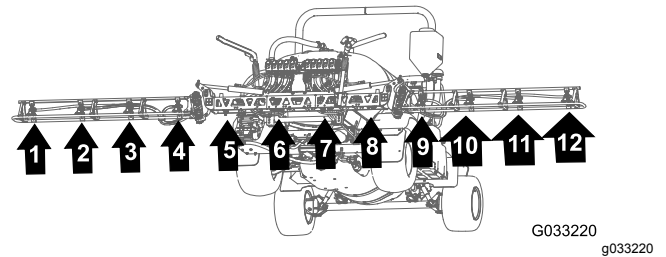

Figure 75
1. Faites passer les flexibles des buses de pulvérisation 1, 2, 3 et 4 dans le collier en R sur l'extrémité extérieure gauche de la section de rampe centrale (Figure 75 et Figure 76).
2. Faites passer les flexibles des buses de pulvérisation 7, 8, 9 et 10 dans le collier en R sur l'extrémité extérieure droite de la section de rampe centrale (Figure 75 et Figure 76).
3. Acheminez les flexibles d'alimentation de 279 cm et les anneaux cannelés (3/4") le long de la section de rampe vers les buses de pulvérisation 1 et 10, comme montré à la Figure 75 et la Figure 76.
4. Acheminez les flexibles d'alimentation de 234 cm et les anneaux cannelés ($\frac{3}{4}$ " le long de la section de rampe vers les buses de pulvérisation 2 et 9, comme montré à la Figure 75 et la Figure 76.
5. Acheminez les flexibles d'alimentation de 188 cm et les anneaux cannelés ($\frac{3}{4}$ " le long de la section de rampe vers les buses de pulvérisation 3 et 8, comme montré à la Figure 75 et la Figure 76.
6. Acheminez les flexibles d'alimentation de 188 cm et les anneaux cannelés ($\frac{3}{4}$ " le long de la section de rampe vers les buses de pulvérisation 4 et 7, comme montré à la Figure 75 et la Figure 76.